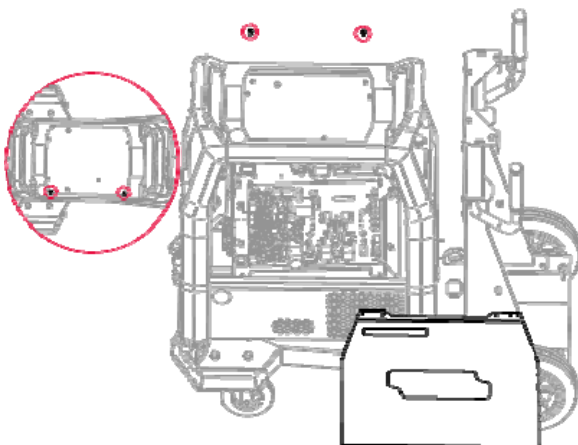

Bild 3
- Skruva loss och ta bort Speedtec-sidokåpan - skruva loss de två M5x20-skruvarna (bild 3).